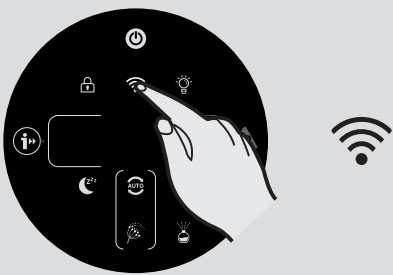

Fig. 6
6. Appuyez et maintenez enfoncé le bouton Wi-fi sur l'écran pendant 5 secondes, un signal sonore retentira et le bouton Wi-fi commencera à clignoter pour indiquer qu'il est en attente d'une connexion. [Fig. 6]